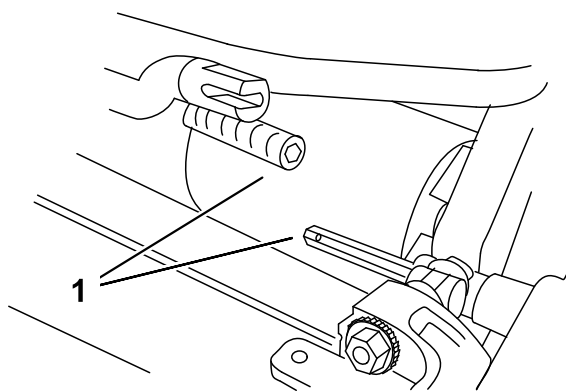

Figura 6
3. Empurre a unidade de corte para baixo da unidade de tração e para a esquerda para engatar a união da transmissão (Figura 6).